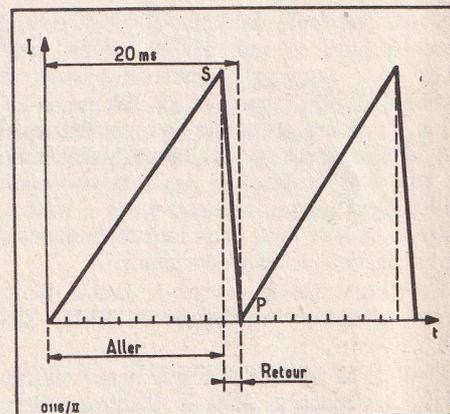

Fig. 2
Dans un téléviseur, le mouvement vertical du spot est obtenu par un champ magnétique produit par des bobines de déviation. Ce champ est lui-même proportionnel au courant électrique qui lui donne naissance. Il faut donc, pour réaliser les conditions ci-dessus énoncées, produire un courant croissant régulièrement puis s'annulant brusquement. La figure 2 indique la forme de ce courant, « en dents de scie ». La forme d'un courant est sa représentation graphique. On l'obtient à partir d'un axe horizontal gradué en unités de temps (T) et d'un axe vertical gradué en unités d'intensité (I). A chaque valeur de temps correspond une valeur d'intensité, ce qui permet d'obtenir un certain nombre de points entre O, S et P. Ces points reliés ensemble matérialisent la variation de I en fonction de T. Sur la figure 2, chaque division horizontale représente 2 millisecondes (2 ms). Comme il y a 50 trames par seconde, une trame dure 20 ms. En fait, l'*aller* du spot, de haut en bas de l'écran, occupe environ 18 ms, et le *retour*, très rapide comme nous l'avons dit, les 2 ms restantes. D'où la pente de la droite SP beaucoup plus abrupte que celle de OS.